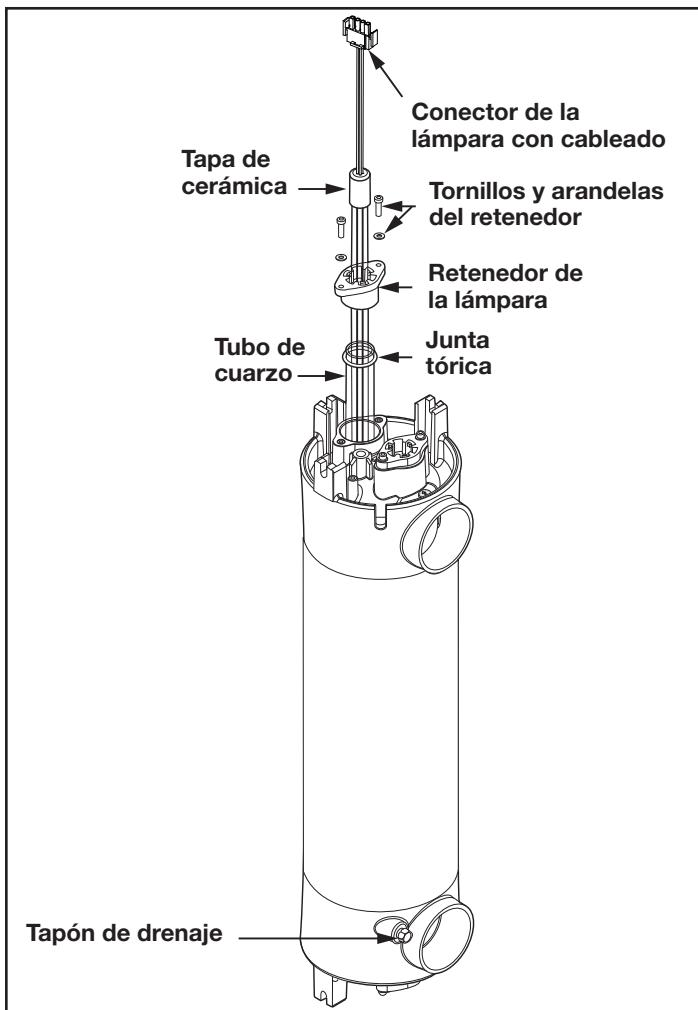

Figura 15. Subconjunto del reactor UV
- Antes de continuar, espere a que los tubos de cuarzo se enfrien. Quite el tapón de vaciado para drenar el agua del reactor UV. Vuelva a colocar el tapón una vez que el agua deje de salir del reactor UV. Consulte la Figura 15.
- Sujete los cables de la lámpara UV y tire suavemente hasta que la parte superior de la lámpara UV pase las pestanas del retenedor de la lámpara. Consulte la Figura 15.
- Después de extraer las lámparas, quite los tornillos de la parte superior del retenedor de la lámpara con la llave hexagonal suministrada con la bolsa de piezas. Deje en un lugar seguro los tornillos, las arandelas y el retenedor. Consulte la Figura 15.
- Sujete el tubo de cuarzo desde la parte superior del reactor UV y tire para extraerlo del reactor UV. Consulte la Figura 15.
- Retire la junta tórica de la parte superior del tubo de cuarzo. Coloque todo en un lugar seguro. Consulte la Figura 15.